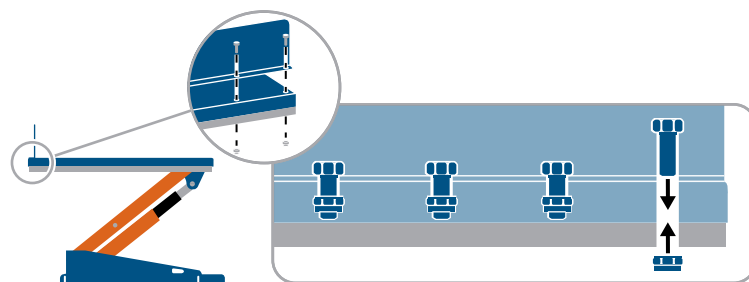

Bild 22 Montieren Sie die Abrutschsicherung mit mindestens vier Schrauben.
**15. Montieren Sie die Abrutschsicherung der Plattform mit mindestens vier Schrauben. Mit Muttern an der Unterseite der Plattform montieren. Siehe Abbildung 22.**